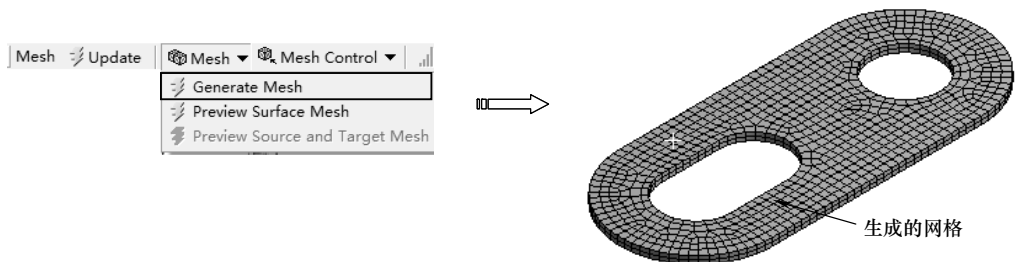

图 12-28 生成网格
3) 在【Outline (分析树)】中选择【Mesh】节点，单击【Mesh】工具栏上的【Mesh (网格)】|【Generate Mesh (生成网格)】命令，将弹出网格生成进度条，表明正在划分网格。当网格划分完成后，进度条自动消失，最终生成效果如图 12-28 所示。